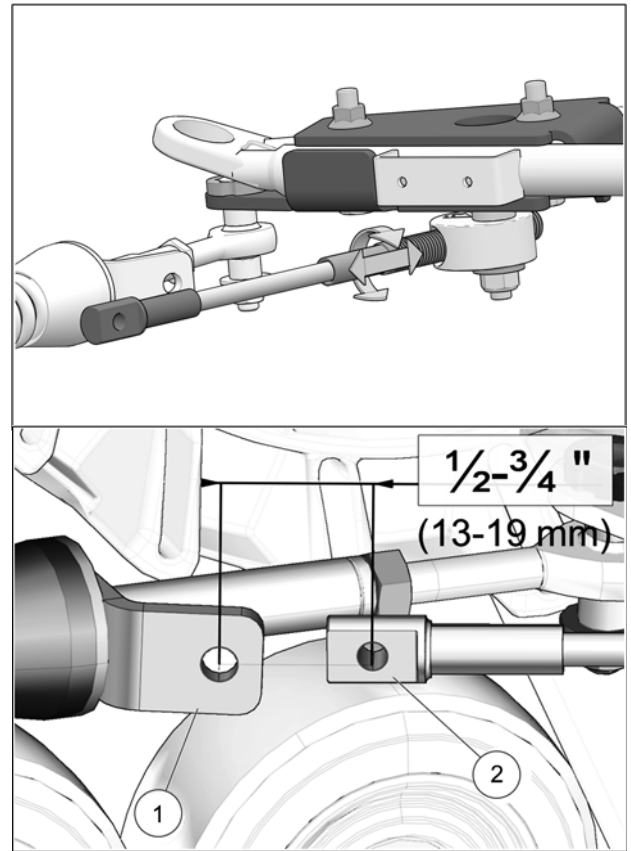

Fig. 23
14. Turn the vehicle's steering wheel to its maximum point of travel on the left. While maintaining pressure on the steering wheel, turn threaded rod to adjust length of cable so that the cable end hole (1) is located 13 to 19 mm [ $\frac{1}{2}$  to  $\frac{3}{4}$  in.] short of the mounting hole on the support plate (2). See Fig. 23
14. Tourner le volant du véhicule au maximum de la course du côté gauche. En maintenant une pression au volant, ajuster le câble (en vissant ou dévissant pour ajuster la longueur) afin d'obtenir une distance de 13-19 mm [ $\frac{1}{2}$  -  $\frac{3}{4}$  po] du centre de l'extrémité du câble (1) au centre de l'extrémité du support de fixation (2). Voir la Fig. 23